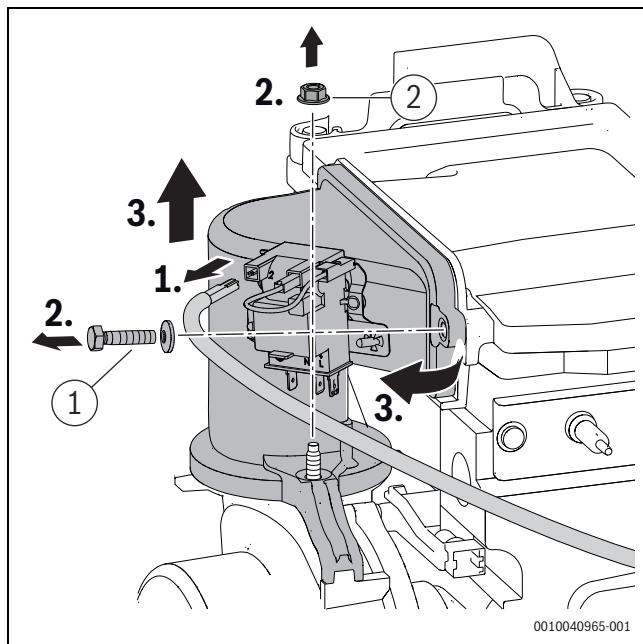

Fig. 59 Démontez le dispositif de mélange
- ▶ Serrer les vis et l'écrou ([1] et [2], fig. 59) du dispositif de mélange à 5,5+0,5 Nm.